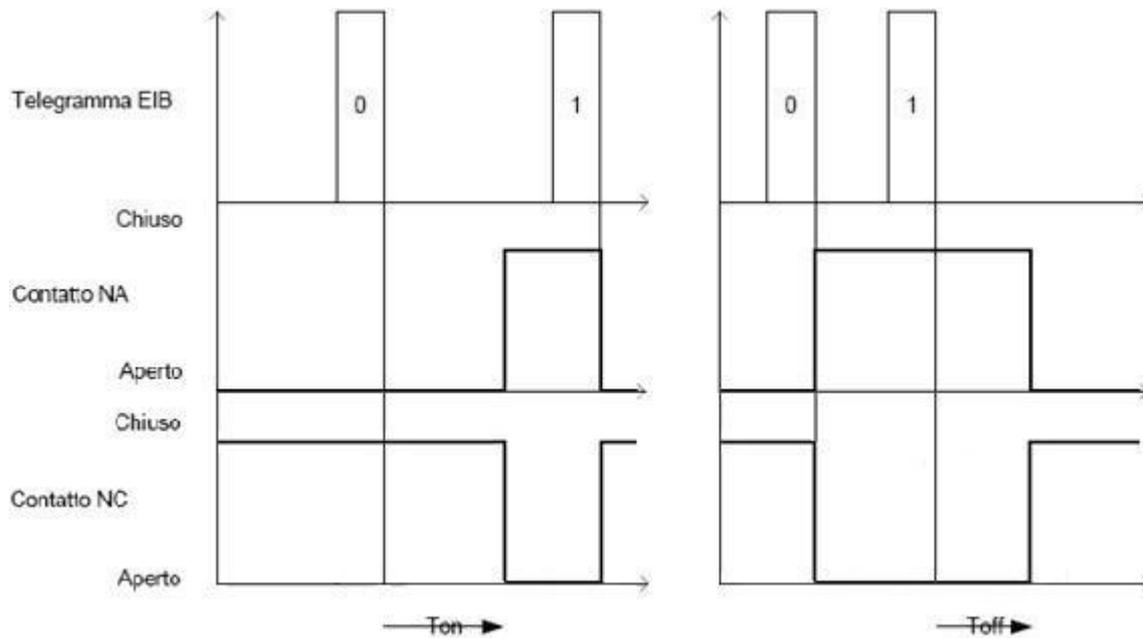

Fig. 3.3
- se la modalità di funzionamento è **ritardo all'attivazione / disattivazione**, alla ricezione del suddetto valore il dispositivo, trascorso il tempo di ritardo all'attivazione impostato, commuta il relè (chiusura contatto NA / apertura contatto NC); viceversa, alla ricezione del valore logico "1", il dispositivo, trascorso il tempo di ritardo alla disattivazione impostato, riporta il contatto in scambio nelle condizioni normali (apertura contatto NA / chiusura contatto NC). Si veda la fig. 3.3.